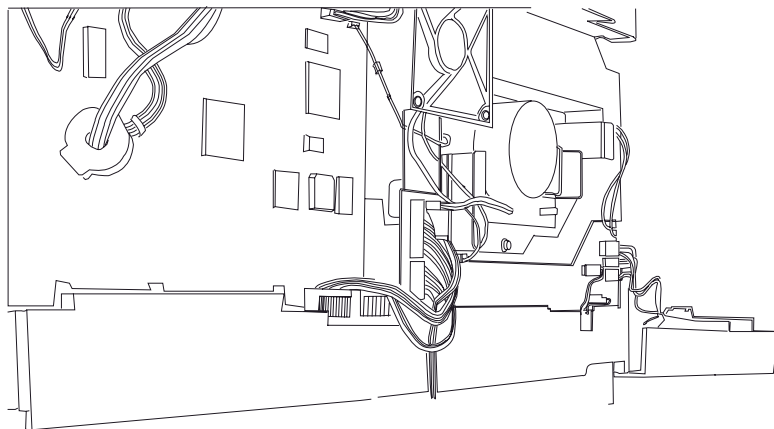

Рисунок 1 Отсоединение разъемов
2. Откройте левую дверцу и отсоедините разъемы (3) (Рисунок 1).